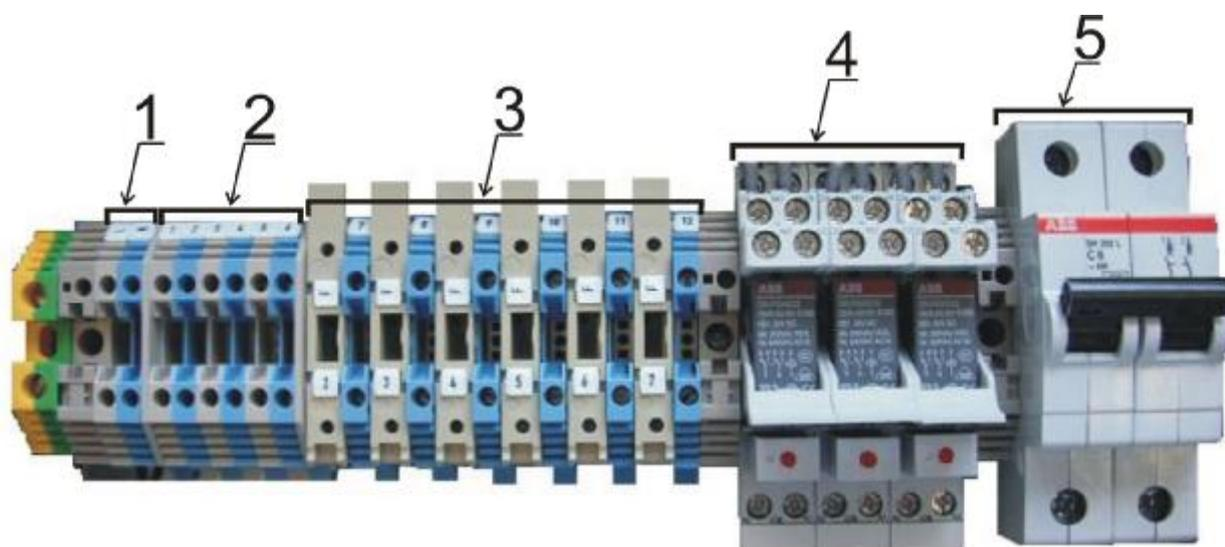

Рис.5.1 . Блок коммутации.
7. Блок коммутации (см. рис.5.1.) для подключения ГА «МАК-2000-UMS-SF₆-12»; сигнальных устройств (ламп и сирен оповещения); реле управления вентиляцией.